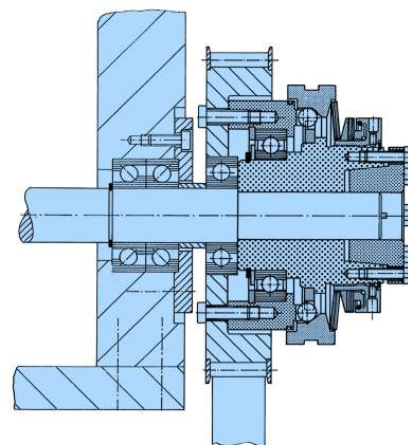

Bild 3
Die Antriebselemente werden bei der EAS®-NC Type 451. _ _ _ _ 0 (kurze Nabe) auf der Welle mit einer zusätzliche Lagerung montiert (Bild 3) und mit dem Druckflansch (2) verschraubt.